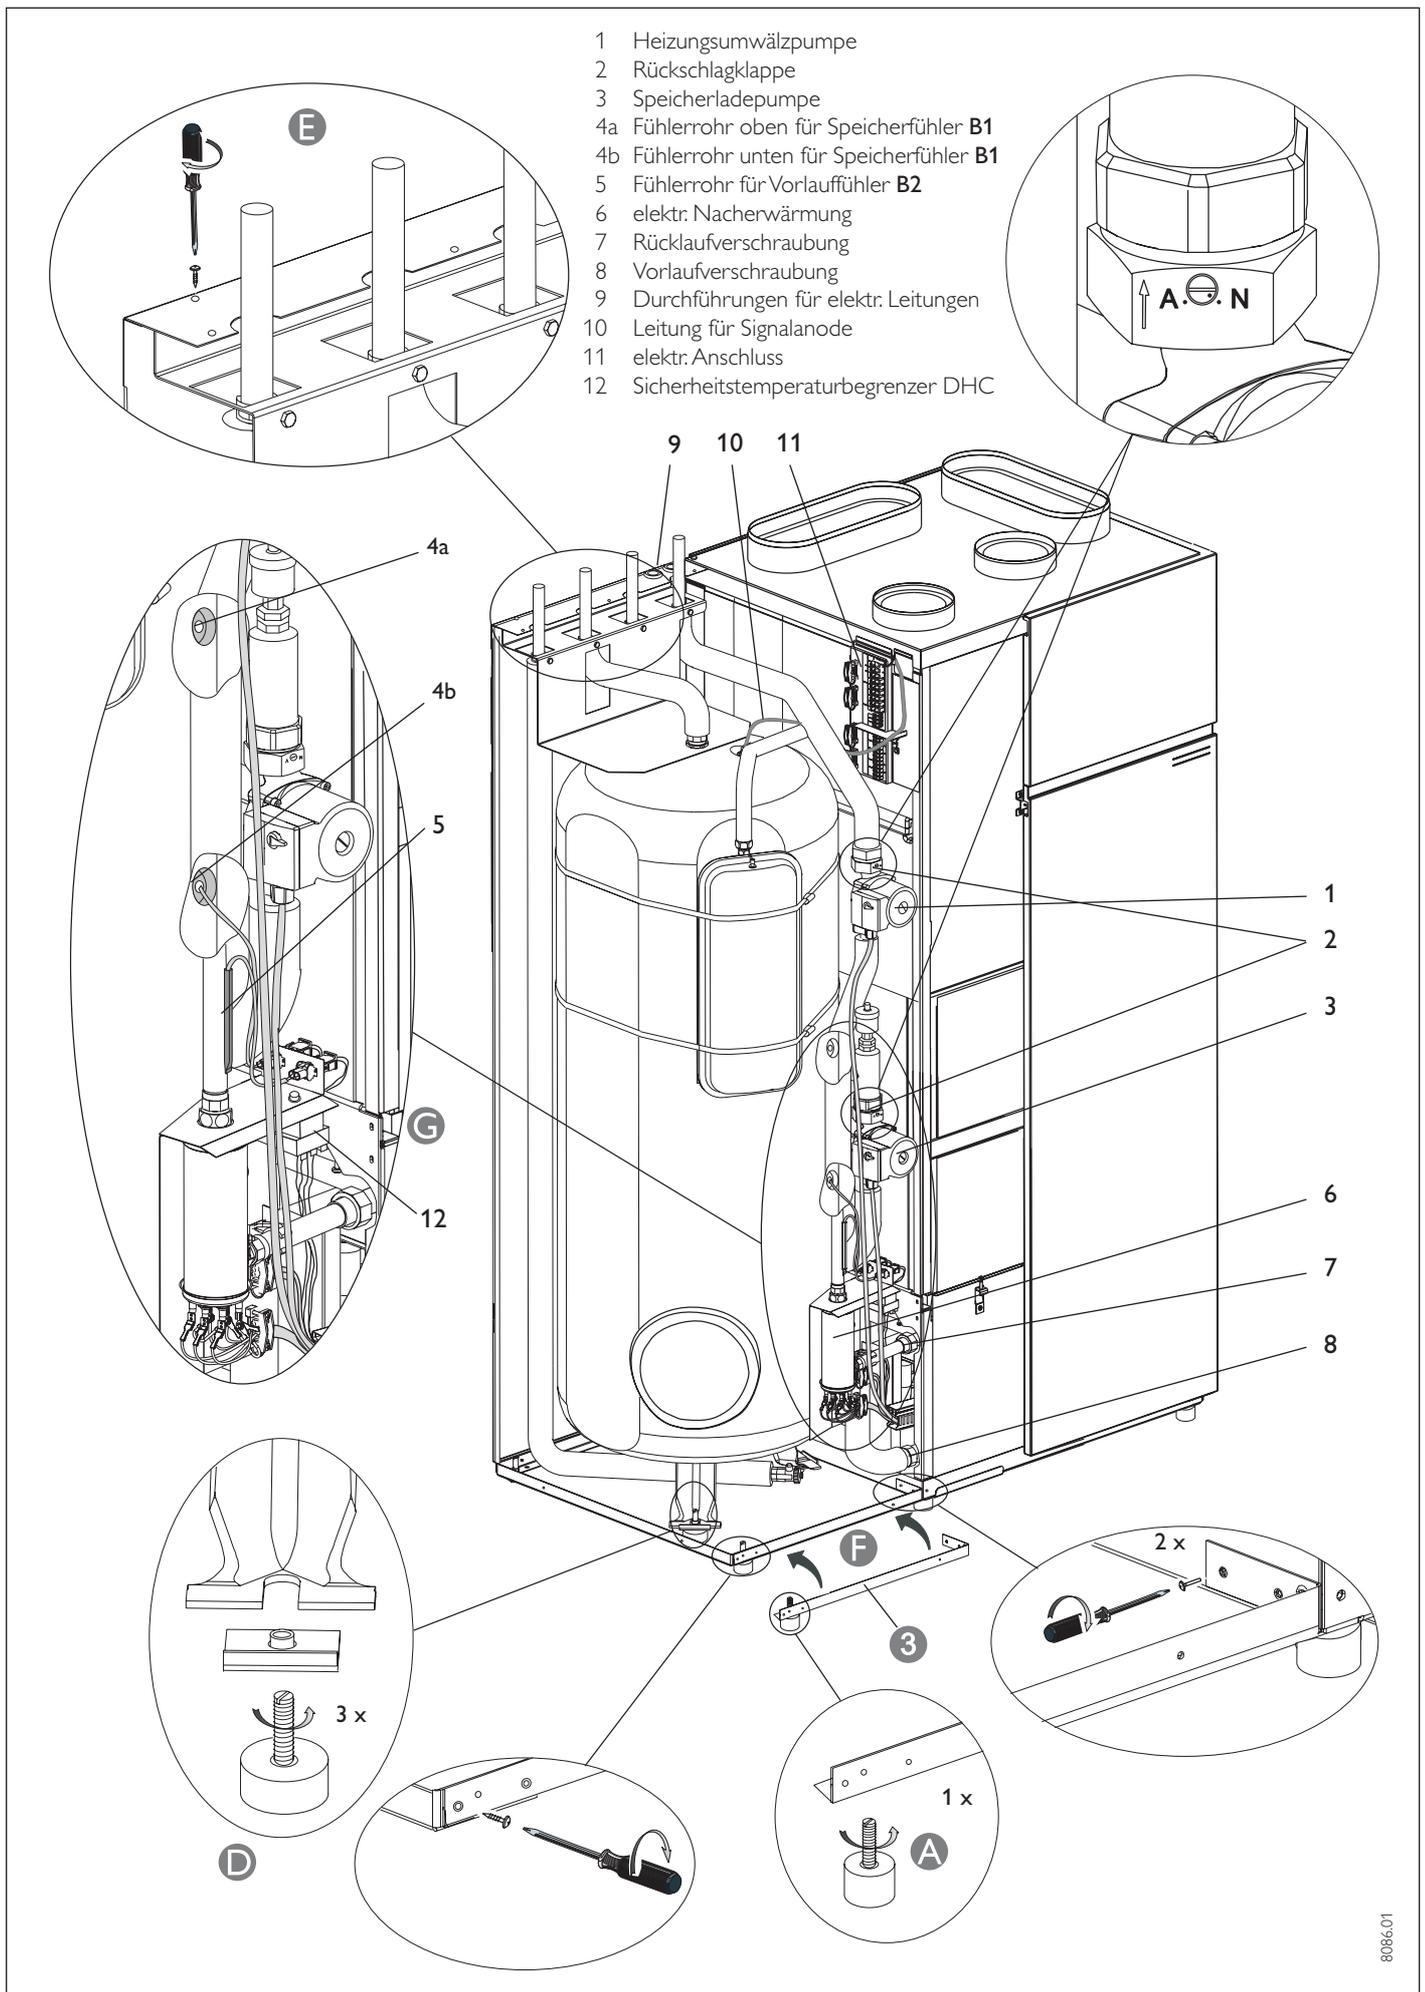
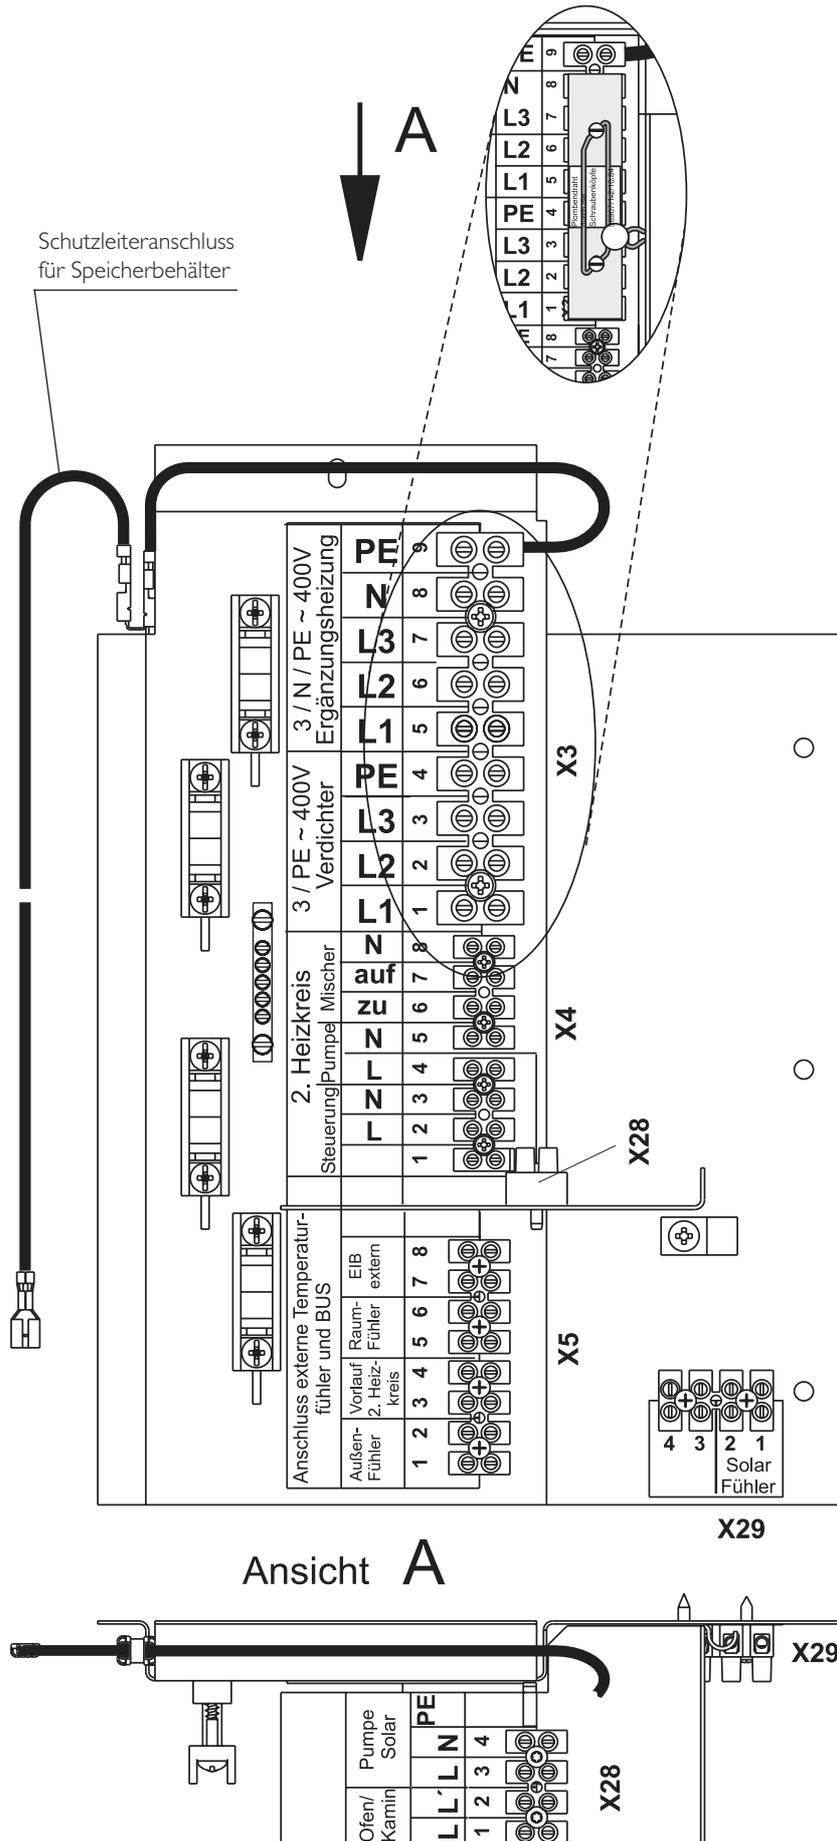

Abb. 10
Abb. 13
Wird ein Heizsystem mit geringer Abnahmekapazität und geringer Wärmekapazität (z.B. Luftheizregister; beaufschlagt vom Wohnungslüftungsvolumenstrom) eingesetzt, kann der untere Bereich des Warmwasserbehälters (17) als Heizungspufferspeicher benutzt werden, um überschüssige Leistung zwischenzuspeichern und damit das Takten des Verdichters zu reduzieren. Diese Funktion kann durch Parameter P 084 aktiviert werden. Die Arbeitsweise wird durch Positionierung des Speicherfühlers B1 festgelegt. Befindet sich der Speicherfühler in der oberen Position (Abb. 10, Pos 4a), werden immer ca. 100 l Wasser auf der gewünschten Warmwassertemperatur gehalten. Der restliche Speicherinhalt wird als Heizungspuffer genutzt und hat eine der Heizungsvorlaufemperatur entsprechende Temperatur. Befindet sich der Speicherfühler in der unteren Position (Abb 10, Pos 4b), wird der gesamte Behälter auf der gewünschten Warmwassertemperatur gehalten. Das Temperaturniveau für die Heizung wird durch zyklisches Einschalten der Warmwasserladepumpe erreicht. Diese Betriebsweise bietet den höchsten Warmwasserkomfort, ist aber am wenigsten effizient.
⚠ Zum Füllen, Entlüften und Entleeren der Anlage müssen die Rückschlagventile (Pos. 2 in Abb. 10) auf Stellung A = AUF stehen. Danach auf Stellung N = Normal.
Die Anschlussklemmen befinden sich links oben am Funktionsmodul (Pos. 11 in Abb. 10). Alle Anschlussleitungen sowie Fühlerleitungen müssen durch die vorgesehenen Durchführungen
oben in der Speicherrückwand geführt werden (Pos. 9 in Abb. 10).
Nachdem alle elektr. Leitungen angeschlossen sind, kann die Anschlussklemmleiste (Verdichter und elektr. Nacherwärmung) abgedeckt und verplombt werden (Abb. 13). Anschließend Umwälzpumpen und Signalanode anschließen (Pos. 1, 3 und 10 in Abb. 10) und die Temperaturfühler in die entsprechenden Fühlerrohre im Speicherbehälter bzw. am Heizungsvorlauf einführen (Pos. 4 und 5 in Abb. 10). Alle Leitungen sind entsprechend gekennzeichnet.
⚠ Der Schutzleiteranschluss vom Speicherbehälter (befestigt am Warmwasserauslauf) muss an der Anschlussplatte auf den freien Flachsteckspaten aufgesteckt werden (Abb. 13).